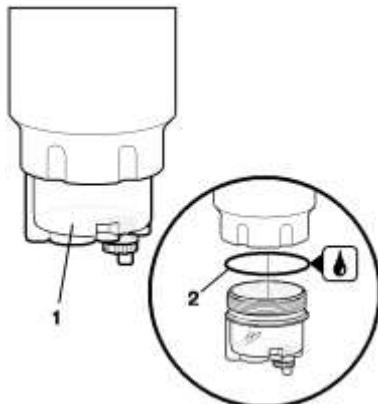

Рисунок 41 – Замена
3. Отвернуть водосборник 1 (рисунок 41) с помощью специального ключа, при этом необходимо удерживать сменный фильтр, чтобы он не отвернулся.